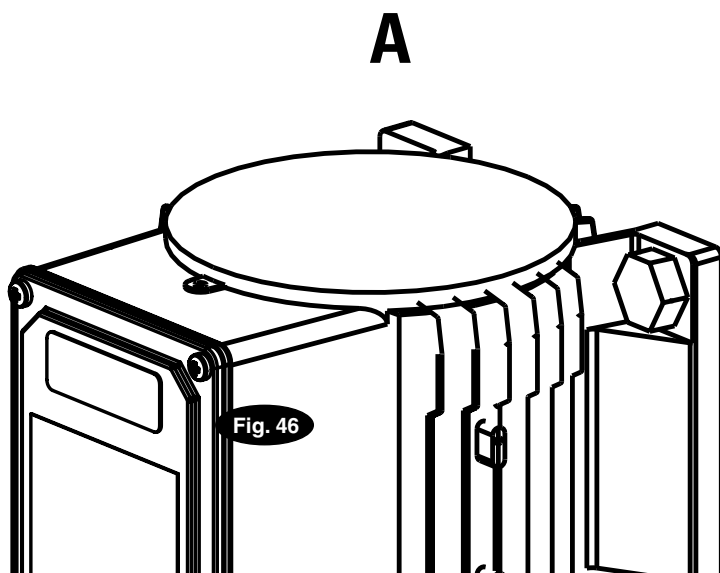

Fig. 46 Detail
44. Controllo pressione (tutti i modelli): Controllare la pressione idraulica sui punti indicati del gruppo generatore, fig. 46. Il valore massimo non deve superare 18,99N/mm² per i ponti di sollevamento della serie SPOA40 e SPQ40. Il valore massimo non deve superare 14,50 N/mm² nei ponti di sollevamento delle serie SPOA30. Queste valvole non sono regolabili. In presenza di una valvola di scarico non corretta, sostituirla.